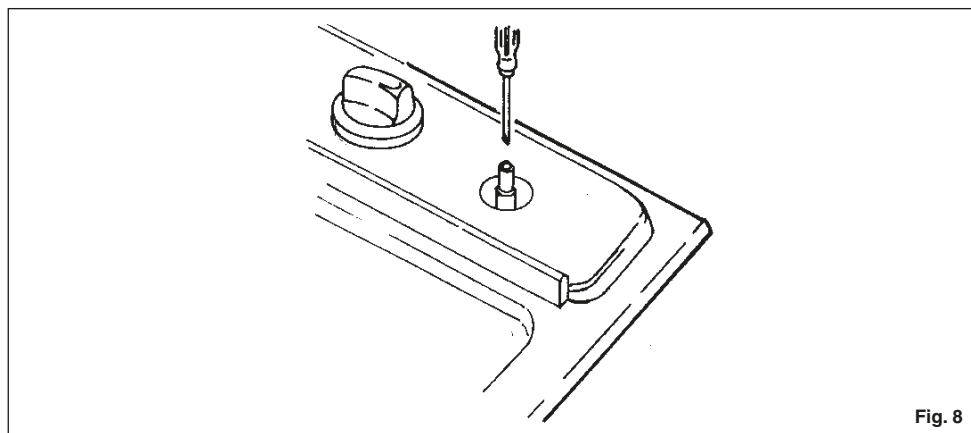

Fig. 8
- per la regolazione del minimo agire con opportuno cacciavite sulla vite posta sul rubinetto (Fig. 8) dopo averlo ruotato in posizione di minimo. Per GPL (butano/propano) avvitare a fondo.